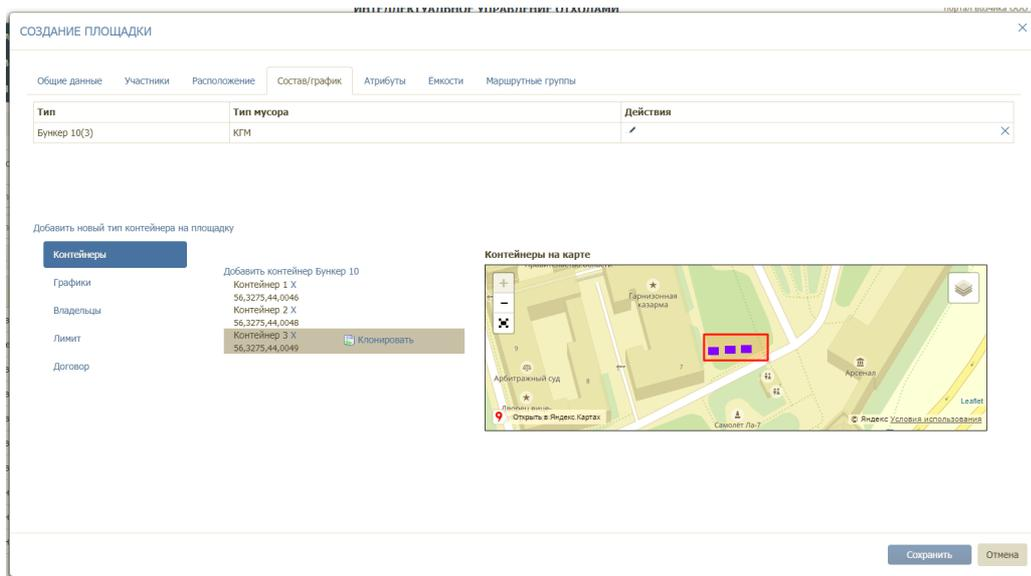

Рисунок 53. Добавление на площадку контейнеров
**Контейнеры:** необходимо нажать на ссылку «Добавить контейнер» столько раз, сколько контейнеров размещено на площадке (Рисунок 53):